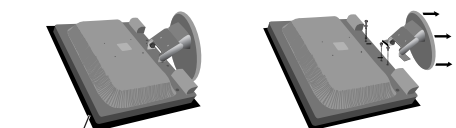

Figure R.1
2. Placez le moniteur face vers le bas sur une surface non abrasive (Figure R.1).